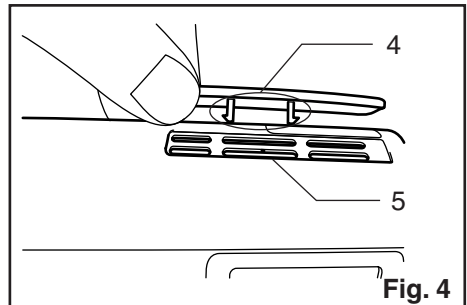

Fig. 4
- Place the dust cover attachment so that the side of the dust cover attachment with the marking (A, B or C) faces towards the tool head. Snap the pins of the dust cover attachment in the vent. (Fig. 4)
- Placez le capuchon antipoussière de sorte que le côté qui porte l'indication (A, B ou C) soit orienté vers la tête de l'outil. Mettez le capuchon antipoussière sur la sortie d'air de sorte que les broches du capuchon se mettent en place en émettant un bruit sec. (Fig. 4)
- Bringen Sie den Staubfänger so an, dass die Seite mit der Markierung (A, B oder C) zum Maschinenkopf gerichtet ist. Rasten Sie die Stifte des Staubfängers in den Lüftungsschlitze ein. **(Abb. 4)**
- Sistemare l'accessorio coperchio polvere in modo che il suo lato con il segno (A, B o C) sia rivolto verso la testa dell'utensile. Far scattare i perni dell'accessorio coperchio polvere nell'apertura di ventilazione. **(Fig. 4)**
- Monteer de stofkap zodanig dat de zijde met de markering (A, B of C) erop naar de kop van het gereedschap is gericht. Zet de pennen van de stofkap vast in de openingen in de luchtuitlaat. **(Fig. 4)**
- Ponga el accesorio de cubierta contra el polvo de forma que el lateral del accesorio de cubierta contra el polvo con la marca (A, B o C) quede orientado hacia la cabeza de la herramienta. Encaje el enganche del accesorio de cubierta contra el polvo en la abertura de ventilación. **(Fig. 4)**